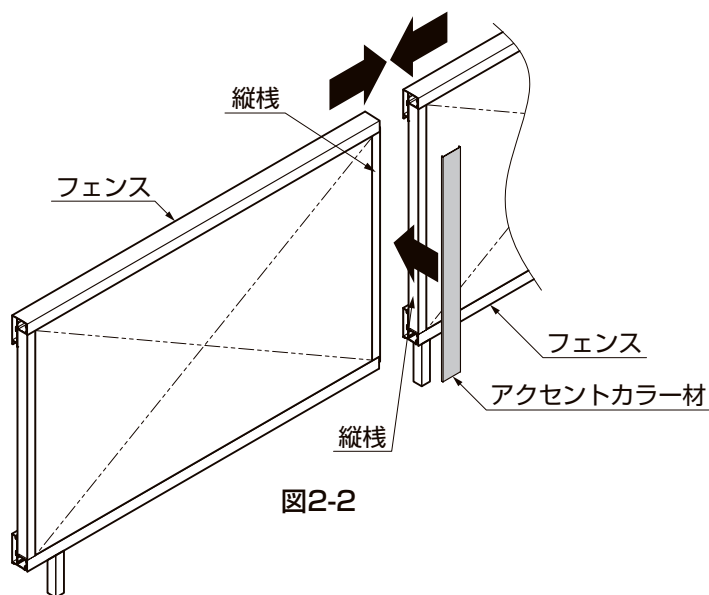

図2-2
- ②連結するフェンスの左右縦棧にアクセントカラー材を付ける場合は、アクセントカラー材が縦棧にしっかり組み付いたことを確認した後、フェンスと柱のブラケットを固定してください。(図2-2参照)